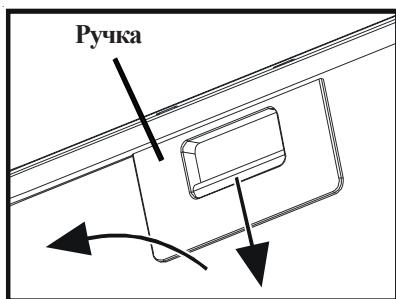

Рис. 5
- Потяните ручку фильтра вниз и выньте фильтр. **Рис.5.**